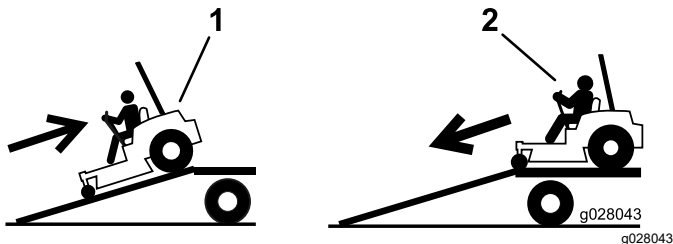

Bild 31
4. Fahren Sie die Maschine rückwärts die Rampe hoch (Bild 31).
2. Fahren Sie die Maschine vorwärts von der Rampe herunter (Bild 31).